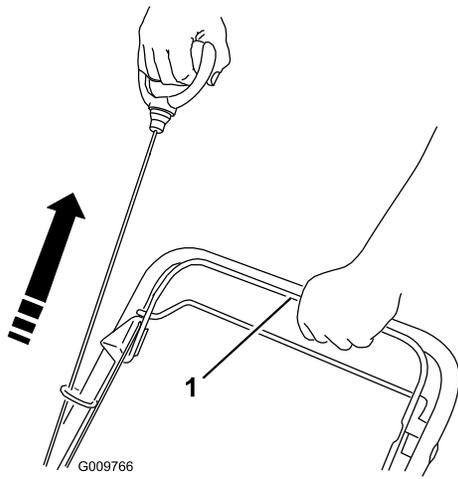
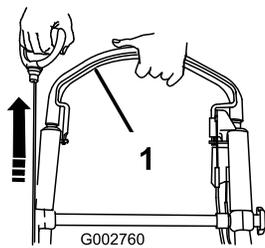

Bild 22
Bild 23
2. Drücken Sie den Schaltbügel zum Griff und ziehen Sie am Rücklaufstarter (Bild 22 oder Bild 23)